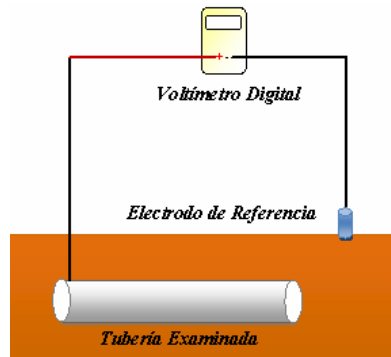

Figura 17. Medición de la señal de Gradiente de Voltaje de Corriente Continua (DCDVG)
- ✓ De la misma manera que las medidas hechas para medir el potencial del suelo a la tubería. Para realizar esta medición empleamos un voltímetro digital y un electrodo de referencia conectados a el punto de la tubería disponible más cercano al rectificador como se muestra en la Figura 17.